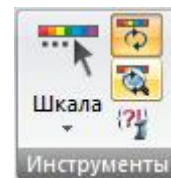

Рис. 138. Панель **Инструменты**
- **Инструменты** (рис.138) – основные инструменты для настройки режима графического отображения схемы, функции по дополнительному анализу результатов, а также связаться с результатами стального расчета.
Панель **Инструменты** (рис.138) содержит следующие команды: